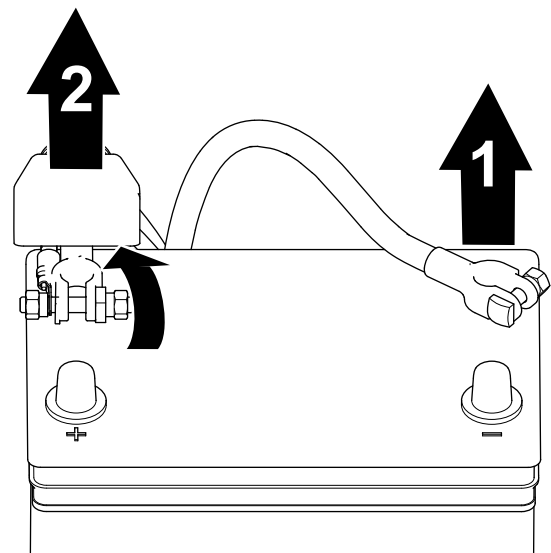

Figura 39
1. Retire el cable negativo del borne de la batería (Figura 39).
2. Eleve el aislante y retire el cable positivo de la batería del borne de la batería (Figura 39).